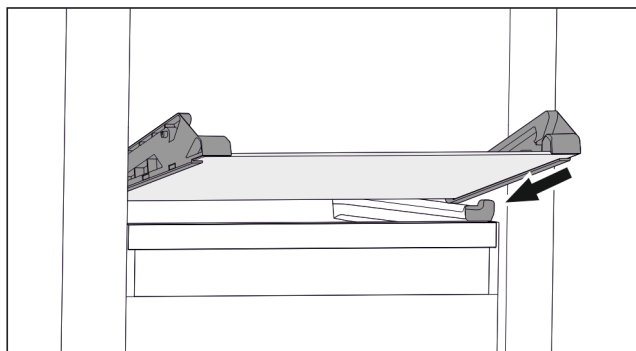

Fig. 29 Skleněná deska odklápěcí zásuvky
- ▶ Nasad'te skleněnou desku šikmo za zarážky. (viz Fig. 29)